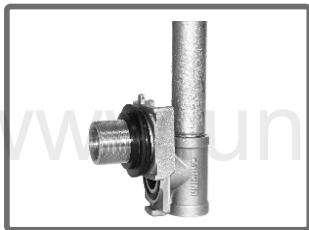

рисунок 1
3. Установите адаптер в позицию для монтажа (рис. 1) и соедините его с монтажным ключом. Внимание! При установке адаптер должен находиться в монтажном положении, чтобы избежать его падения в скважину.
4. С помощью монтажного ключа вставьте неподвижную часть адаптера в отверстие на обсадной трубе, установите резиновую прокладку (2), прижимную шайбу (3) и наживите гайку (4). Отсоедините и поднимите вверх монтажный ключ со съемной частью адаптера. Затем поверните неподвижную часть на 180° и